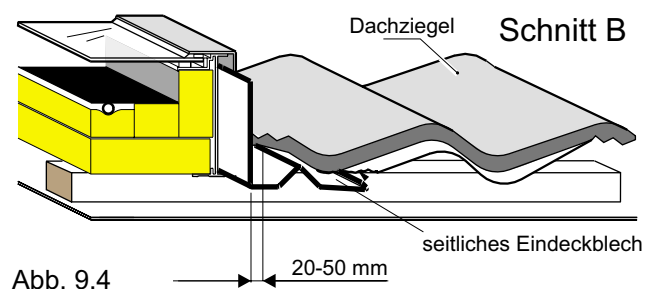

Abb. 9.4
- Der Kollektor kann jetzt auf das Dach in die Führungen der montierten Latte geschoben und an der vertikalen Ziegelreihe ausgerichtet werden. Hierbei sollte der Abstand Kollektor - Ziegel 20-50 mm betragen (Abb. 9.4).